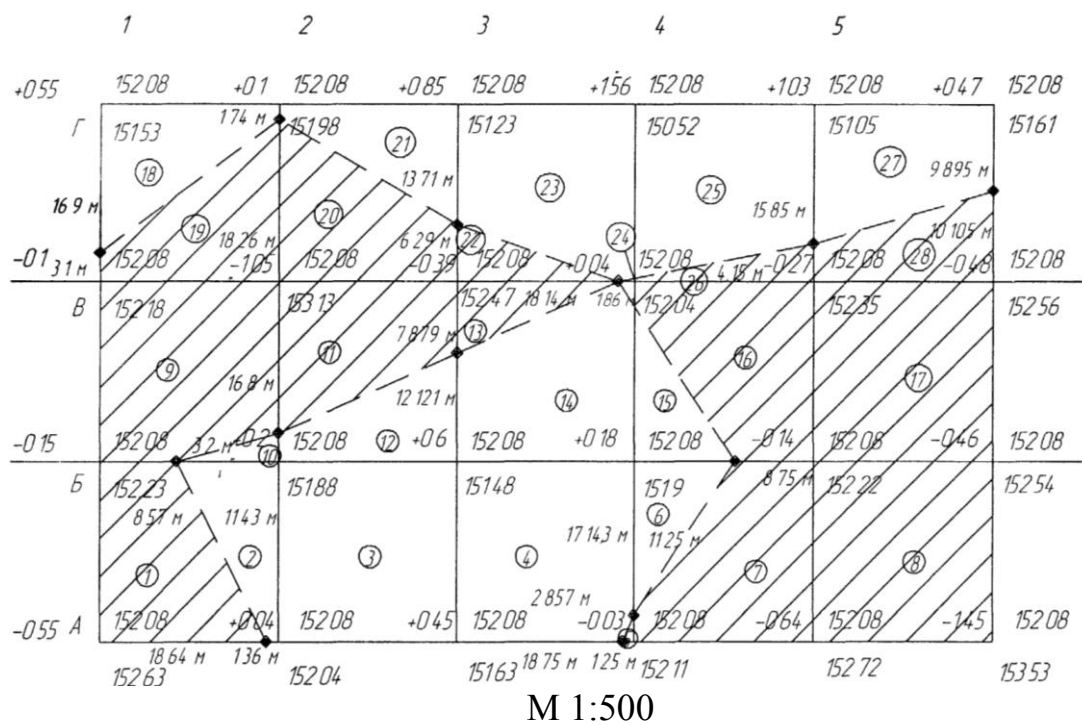

Рис. 9.5. Пример картограммы земляных работ (схема уменьшена)
3. Постройте картограмму земляных работ (пример на рис. 9.5) в масштабе 1:500.